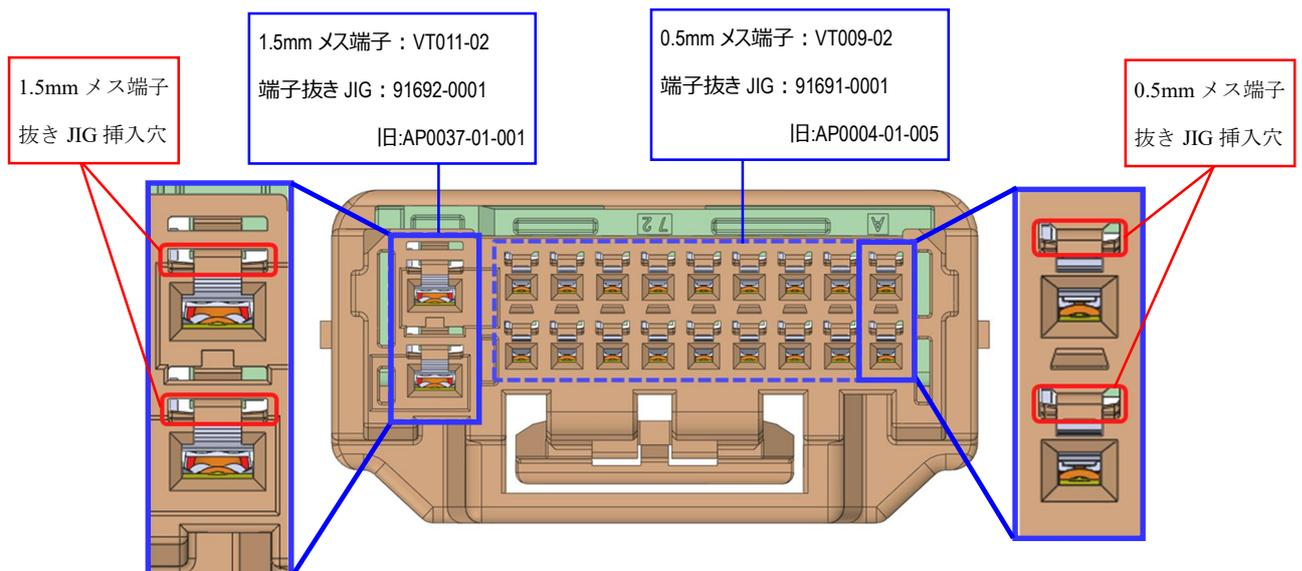

図 32.抜き JIG 挿入穴位置/
- ⑥JIG を落下させると JIG 先端が破損・変形する恐れがありますので、取り扱いには十分注意して下さい。
- ⑦使用する端子抜き JIG を間違えないでください。(図 32 参照)